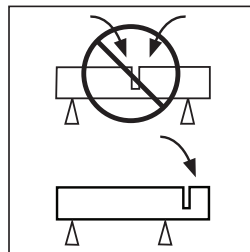

Fig. 7
- Si es posible, apoye la pieza de manera que no sucedan circunstancias impredecibles y que el corte se mantenga estable y abierto mientras trabaja. **(Fig. 7)**